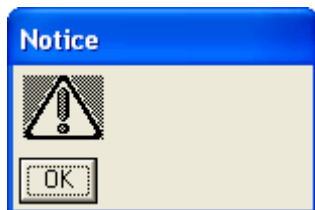

Рис. 4.2 – Окно подтверждения.
- 3.9.5 Затем нажать кнопку Probe (позиция 4), должно появиться сообщение об успешном тесте (рисунок 4.2), в данном окне нажать OK.